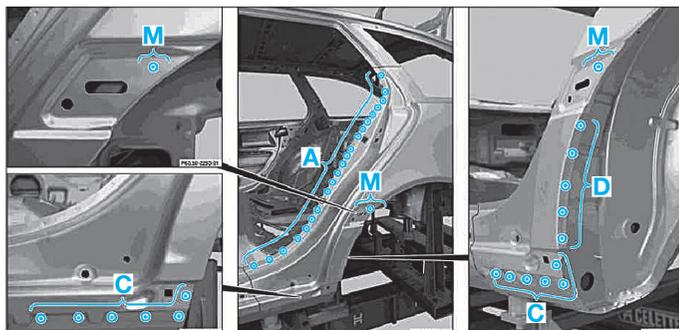

FIG. 96
- zones (A), (C) et (M) (Fig.96).